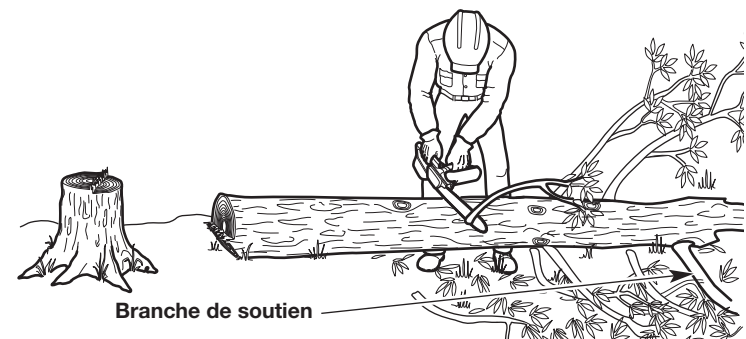

Fig. 16
1. Laissez les grosses branches de soutien sous l'arbre pour la fin (Fig. 16). Ceux-ci garderont l'arbre au sol pendant le processus d'ébranchage.
2. Coupez une branche à la fois. Tenez-vous du côté opposé de l'arbre à partir de la branche (Fig. 16). Gardez le tronc entre l'opérateur et la tronçonneuse. Pour éviter de bloquer la tronçonneuse, les branches sous tension doivent être coupées de bas en haut.